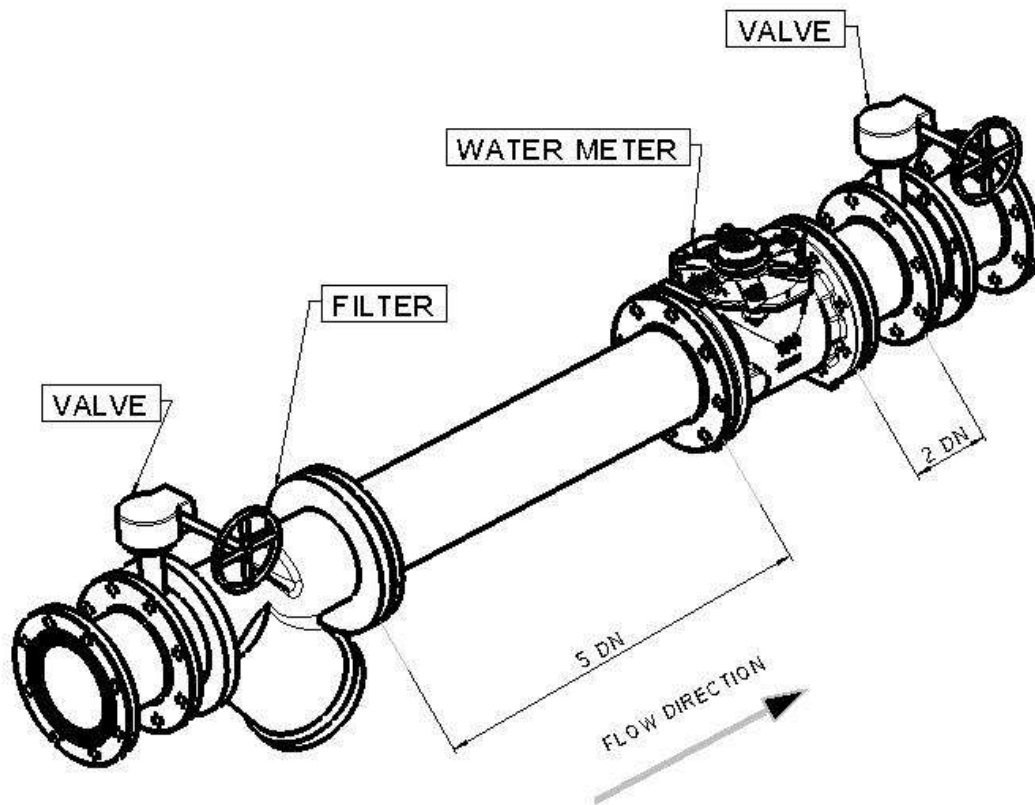

Рис. 2
14. В комплексных измерителях входная труба присоединяемая к измерителю Woltman Turbo длиной 10 DN. В коротком комплексном измерителе можно укоротить длину до 5 DN перед измерителем и до 2 DN после него (Рис. 2).